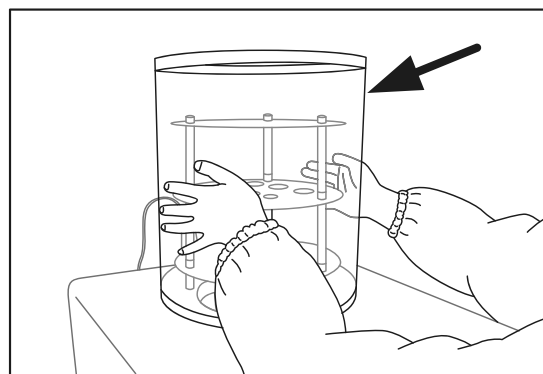

Figura 37.
**14.** Instale la cámara de vacío (Figura 37).